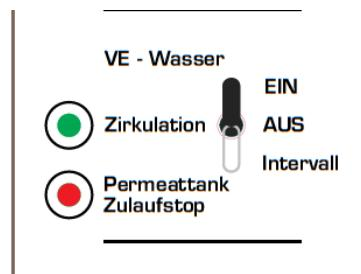

Abb. 13: Schalterstellungen Zirkulation
- ◆ Schalten Sie den Kippschalter Zirkulation am Bedienfeld NASK II (siehe Abb. 13:) ein.